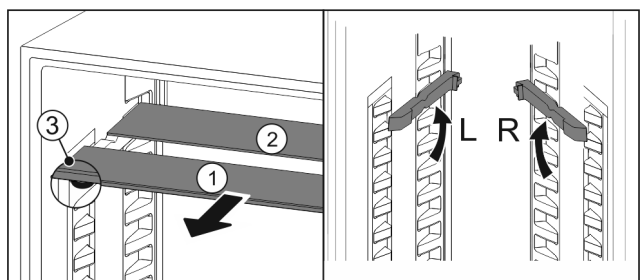

Fig. 98
- Glasplatten einzeln nach vorne herausziehen Fig. 98 (1).
- ▷ Glasplatte Fig. 98 (1) mit Zierleiste liegt vorne.
- ▷ Stopps Fig. 98 (3) zeigen nach unten.